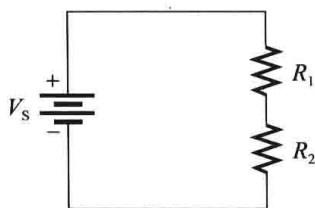

图 2-64 习题 27、28 图
27. 在图 2-64 所示的电路中, 试放置电流表和电压表测量电流和电源电压。
28. 说明如何测量图 2-64 所示电路中电阻 R_2 的电阻值。